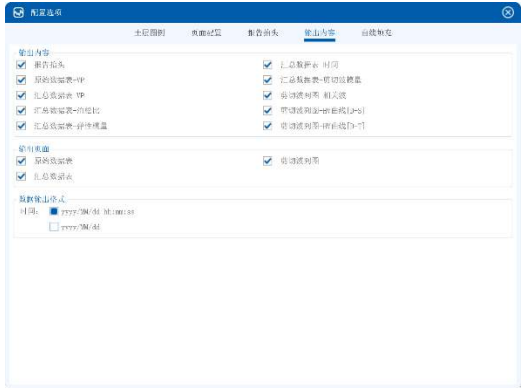

图 9.11 输出内容
4. 输出内容：设置每个报表中输出内容、设置输出页面项目内容，并设置时间格式；如图 9.11 所示。